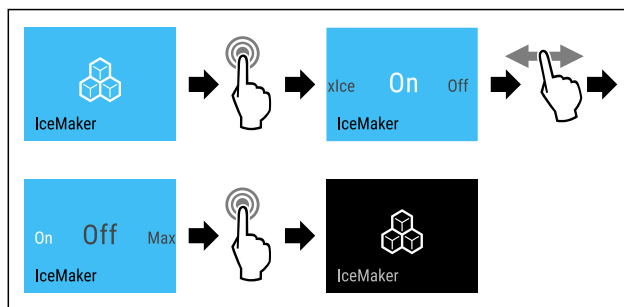

Fig. 20 Représentation à titre d'exemple de la fonction IceMaker active
- ▶ Suivre les étapes (voir Fig. 20).